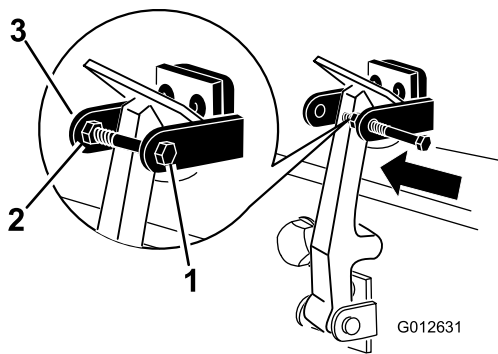

Рисунок 8
8. Вверните болт в другой рычаг кронштейна защелки капота для блокировки защелки в надлежащем положении (**Рисунок 8**).